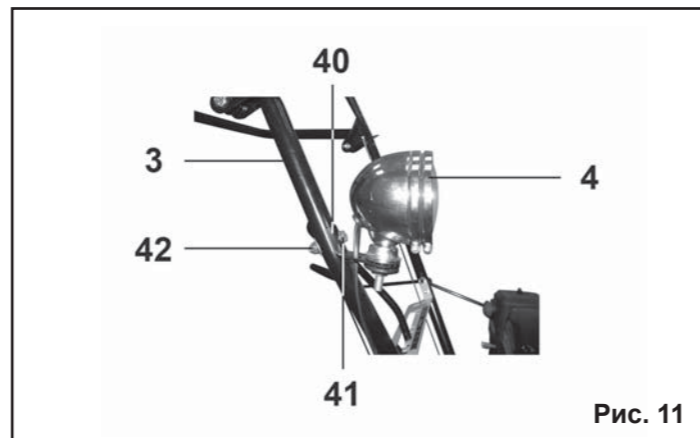

Рис. 11
6.6. Установка фары (Рис.11) для модели МС 65 ЭЛ.